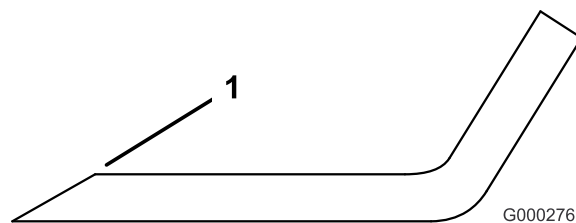

Figure 92
- Au moyen d'une lime, aiguiser les tranchants aux deux extrémités de la lame (Figure 92). Veillez à conserver l'angle de coupe d'origine. Limez la même quantité de métal sur chacun des deux tranchants pour ne pas déséquilibrer la lame.